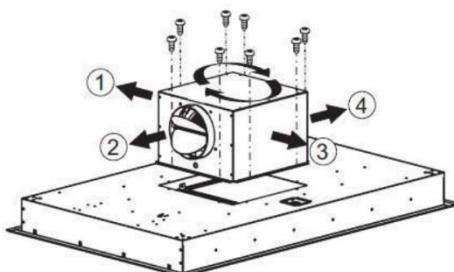
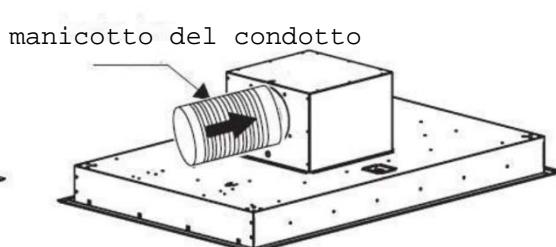

Figura 7
Figura 8
È possibile scegliere la direzione di uscita dell'aria ①/②/③/④ come illustrato nella figura 7 (allentare le 8 viti fissate sul corpo della cappa per cucina, ruotare il corpo di 90°, 180° o 270° posizionando la direzione di uscita dell'aria. Stringere, infine, le 8 viti per fissare il corpo dell'estrattore. Collegare il manicotto del condotto al riduttore di uscita (v. figura 8).